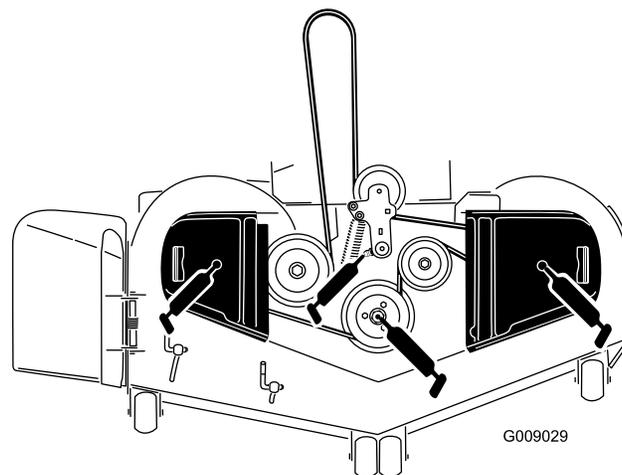

Figura 47
4. Lubrifique a articulação da polia intermédia da plataforma do cortador até o lubrificante sair por baixo (Figura 47).
5. Lubrifique os encaixes na parte superior dos 3 casquilhos do eixo até sair lubrificante (Figura 47).